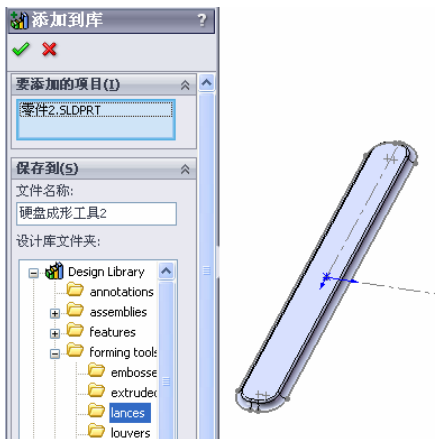

图 10-128 保存成形工具
⑩ 保存成形工具。在 FeatureManager 设计树中右击成形工具零件名称, 在弹出的菜单中选择“添加到库”命令, 将会弹出“添加到库”属性管理器, 在对话框中“设计库文件夹”栏中选择“lances”文件夹作为成形工具的保存位置, 将此成形工具命名为“硬盘成形工具 2”, 保存类型为“sldprt”, 如图 10-128 所示, 单击“确定”图标, 完成对成形工具 2 的保存。